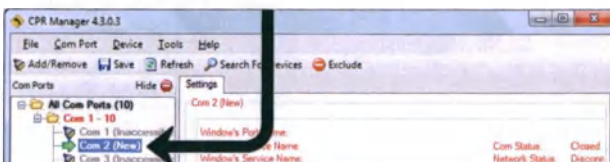

Рис. 87
7. Новые пригодные для использования COM-порты в программе «CPR Manager» специальным образом выделяются в списке обнаруженных COM-портов. При нажатии на соответствующий COM-порт отображаются настройки данного виртуального COM-порта. См. Рис. 87.